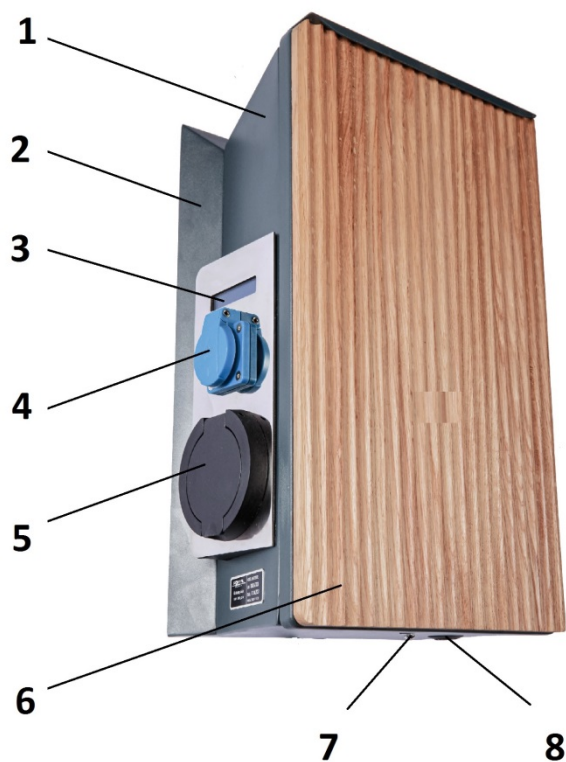

Рис.1 - Зарядная станция «Meteorite»
ЗС автономного исполнения предназначена для установки на закрытых территориях, для настройки зарядного тока рядом дисплеем (3, рис.1) устанавливается кнопка выбора параметров.
Контроль текущего состояния ЗС и параметров зарядной сессии посредством отображения информации на дисплее (5, рис. 1)
Контроль текущего состояния ЗС и параметров зарядной сессии производится удаленно через интернет-соединение и посредством отображения информации на дисплее (5, рис. 1)
Предварительно на стену крепится монтажное основание (1, рис.1). ЗС крепится на монтажное основание. Перед сверлением/бурением крепежных отверстий убедитесь в отсутствии проходящих в стене инженерных коммуникаций (электропроводка, водоснабжение, отопление).
Подключение ЗС настенного исполнения типа Meteorite производите посредством подключения вводного питающего кабеля на вводные клеммы фаз и нейтральную шину, расположенные на нижней DIN рейке внутри корпуса ЗС, (2, рис. 1) и болт заземления, расположенный в нижнем левом углу корпуса ЗС (2, рис. 1).
- открыть замок (7, рис. 1)
- открыть крышку корпуса ЗС (6, рис.1)
Текущий режим работы ЗС отображается на дисплее (3. рис.1).